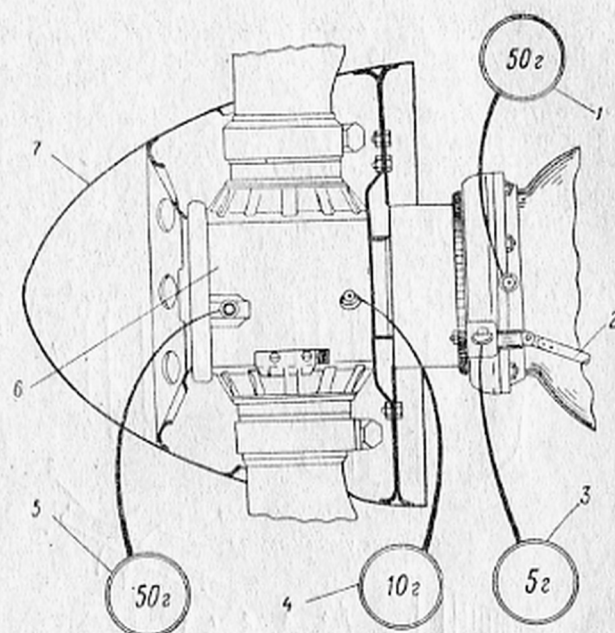

Рис. 23. Смазка воздушного винта В-410:
1. Произвести смазку втулки винта через 4 масленки при снятой передней части обтекателя (рис. 23):